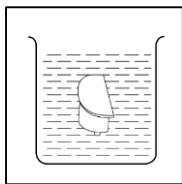

Figura 13
3. Introduceți noul cartuș anti-calcar în apă timp de 5 minute (Figura 13) înainte de prima utilizare pentru a obține o performanță mai bună.